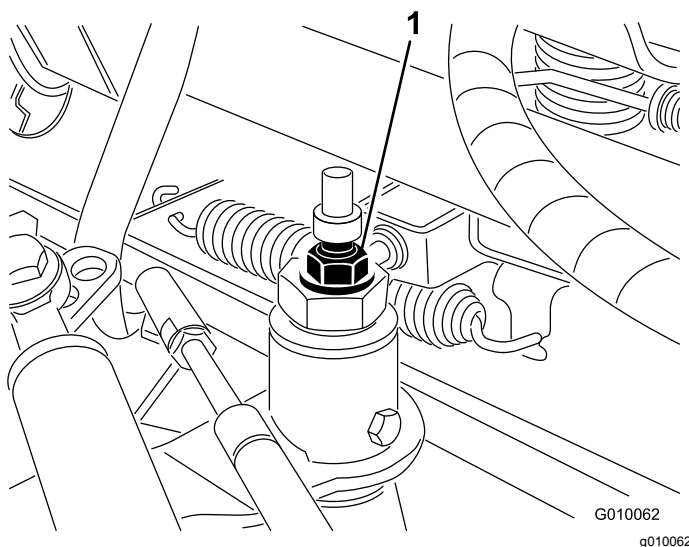

Figura 55
3. Allentate il dado di bloccaggio sulla camma di regolazione della trazione (Figura 55).